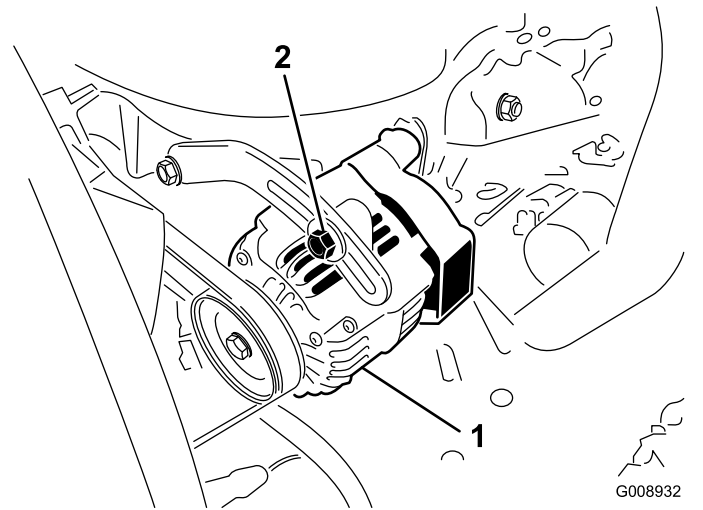

図 116
オアウターネータのベルト 図 116 は 100 運転時間ごとに点検します。
3. たわみが 10 mm でない場合には、オルタネータ取り付けボルトをゆるめる 図 116。